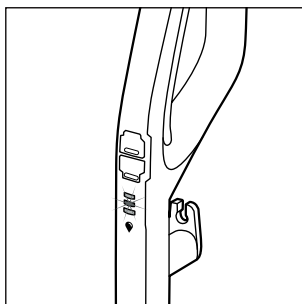

Rys. 17
- ♦ Aby włączyć urządzenie, naciśnij przełącznik wykładzina dywanowa/dywan **13** (patrz rys. 17). Dioda LED przełącznika wykładzina dywanowa/dywan **13** zaświeci się na niebiesko.
- ◆ W celu wyłączenia urządzenia naciśnij ponownie przełącznik wykładzina dywanowa / dywan  **13** (patrz rys. 17).